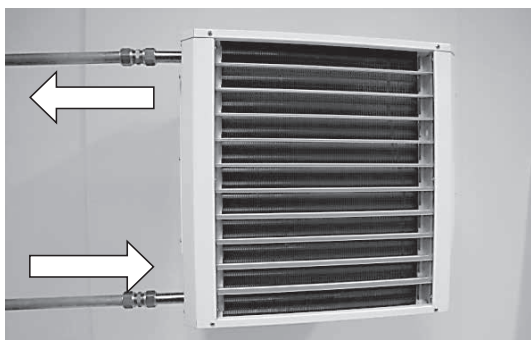

Bild 20
7. Vatteninloppet ansluts på värmarens lägst placerade rör och utloppet på det högst placerade enl. pilar bild 20. Anslutningen på AW 12- AW 22 är \varnothing 22mm och på AW 42- AW 62 \varnothing 28mm.